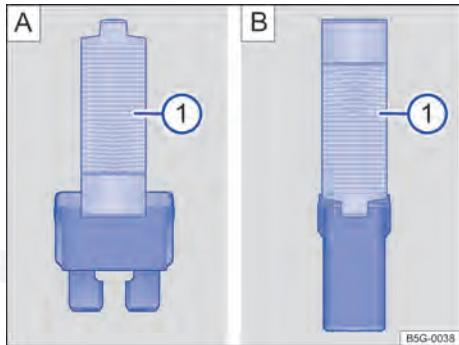

Fig. 219 Retirar ou colocar o fusível com a pinça de plástico: **A** fusível plano, **B** fusível de bloqueio.
- De acordo com a versão do fusível, colocar as garras adequadas da pinça de plástico ⇒ Fig. 219 **A** **①** ou ⇒ Fig. 219 **B** **①** lateralmente no fusível.
- Se o fusível estiver queimado, substituir o fusível por um novo da *mesma* intensidade (mesma cor e inscrição) e do *mesmo* tamanho ⇒ **①**.